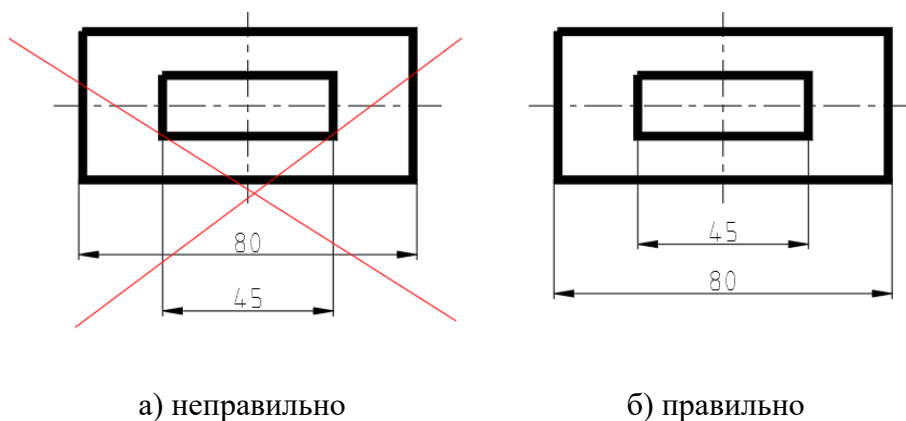

Рис. 4
- Необходимо избегать пересечения размерных и выносных линий (рис. 4);